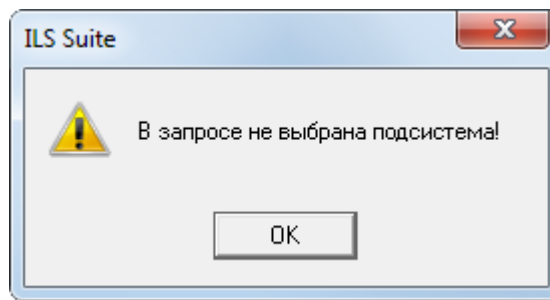

Рис. 7-20 – Выбрать значение в поле «Подсистема» для запроса
5) Список параметров формируется в зависимости от выбранного значения в поле «Подсистема» для запроса. В том случае, если значение в поле «Подсистема» запроса не выбрано, появится предупреждающее сообщение (рис. 7-20).